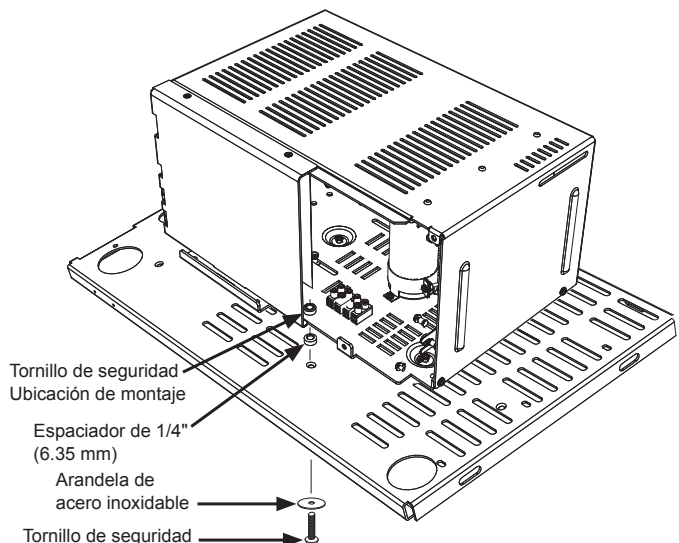

Figura 2-3, Instalación del tornillo de seguridad
5. Coloque la fuente de alimentación del XM3-HP con el orificio de seguridad sobre el orificio perforado y el espaciador (utilice el punzón de marcar para mantener el espaciador en el lugar mientras coloca la fuente de alimentación) (consulte la Figura 2-3).